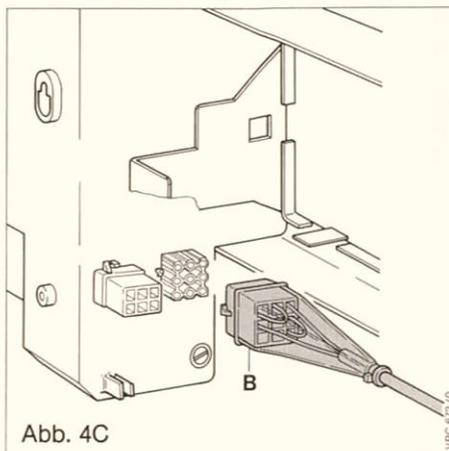

Abb. 4C
Den 9-poligen Anschlußstecker (14) an der VIH-Anschlußbuchse des Kessels bzw. Schaltpultes aufstecken, nachdem der dort vorhandene Blindstecker entfernt wurde. (Siehe Abb. 4C).